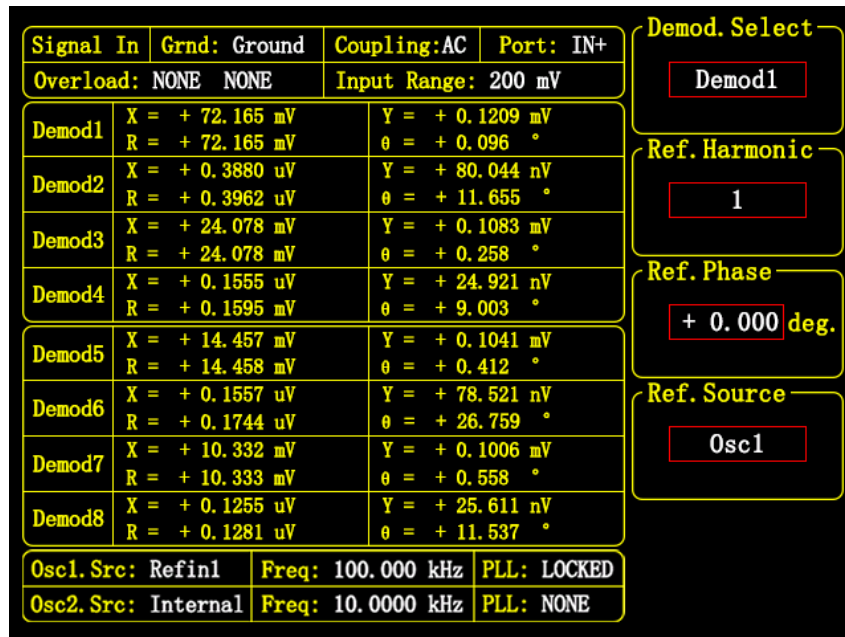

图 104. 方波的谐波测量结果
- 然后在 [DISPLAY] 子菜单中，按下“软键2”，把 <Display Mode> 设置为 <Full> 模式，如图104所示，显示所有基波和谐波的测量结果。
根据以上算法, 即可将测量值与理论计算值进行对比。如图104的测量结果所示, 测量值符合理论值。